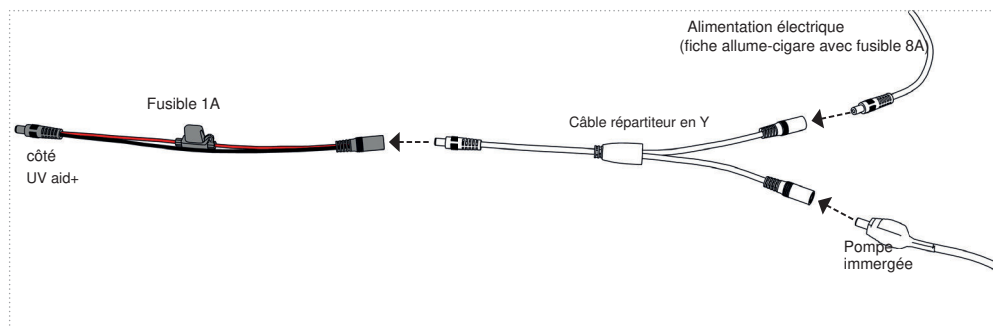

Figure 22
- Nous recommandons un fusible de 1 A pour le fonctionnement sans pompe. (Fig. 22)